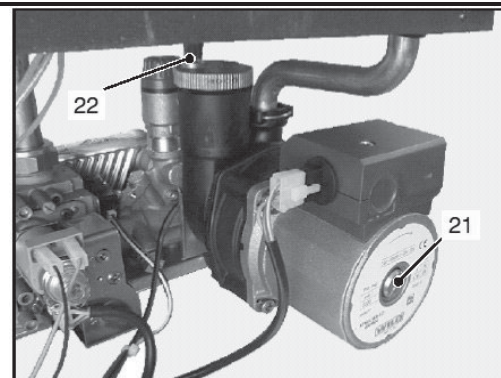

Fig. 6-2
- 3 Unscrew the cap on the automatic air purger valve 22 (Fig. 6-2) one full turn and leave open permanently.
- 6 Purge the air from the pump by unscrewing the pump plug 21 (Fig. 6-2); release the pump by turning the rotor in the direction indicated by the arrow on the information plate.
- 3 Отверните колпачок на автоматическом спускнике воздуха 22 (рис. 6.2) на 1 полный оборот и оставьте его в этом положении.
- 6 Спустите воздух из насоса, открутив винт 21 (рис. 6.2); разблокируйте насос, поворачивая ротор в направлении, указанном стрелкой на информационной табличке.